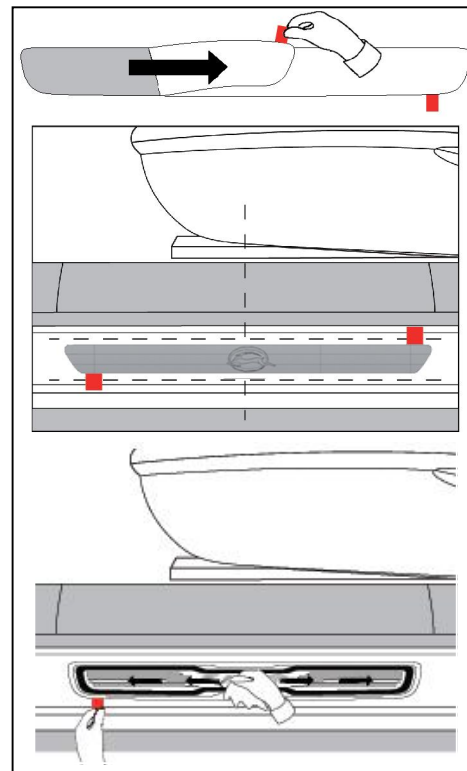

FIGURA 4
3. Coloque la placa del estribo boca abajo sobre una superficie plana y retire cuidadosamente el papel protector de la placa (figura 4).
5. Importante: La presión manual puede no ser suficiente. Aplique una presión firme sobre las placas, empezando desde el centro hacia el exterior. Utilice golpes firmes, que se solapen, y aplique presión en torno al perímetro de la placa reiteradamente (figura 4).